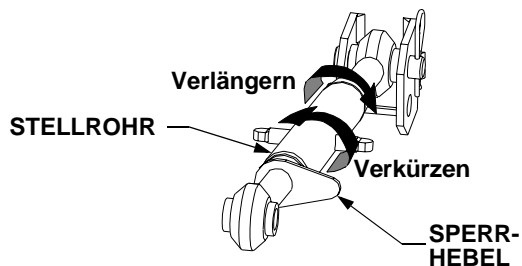

Abbildung 28
- Die Länge des Oberlenkers ist normalerweise durch die Konstruktion des Zubehörgeräts bestimmt. Um den Oberlenker einzustellen, den Sperrhebel lösen und das Stellrohr, wie in Abbildung 28 gezeigt, drehen. Ist die gewünschte Länge erreicht, den Sperrhebel wieder umlegen. Korrekt eingestellt liegt der Oberlenker parallel oder fast parallel zu den Unterlenkern.